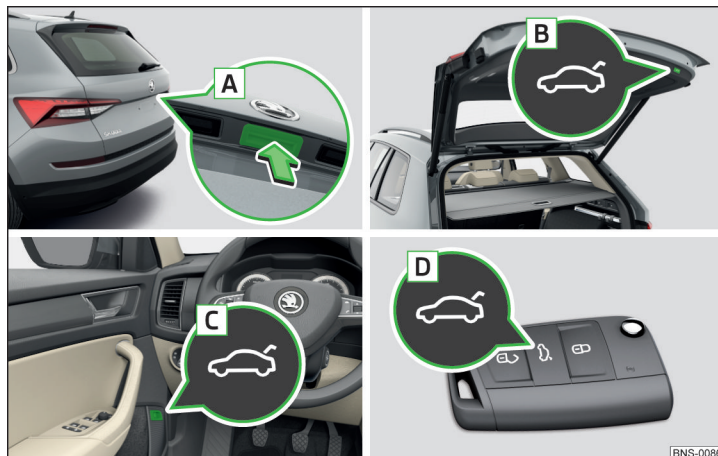

Abb. 63 Klappenbedienung
- ▶ Durch das Drücken des Griffs **A** » Abb. 63.
- ▶ Durch das Drücken der Taste **B** » Abb. 63.
- › Die Taste **B** » Abb. 63 auf Seite 74 gedrückt halten, bis ein akustisches Signal ertönt.
Die Klappe reagiert nicht auf ein Öffnungssignal	Entfernen eines eventuellen Hindernisses (z. B. Schnee), erneutes Öffnen der Klappe » Seite 74 Drücken des Griffs A » Abb. 63 auf Seite 74 und Ziehen der Klappe nach oben